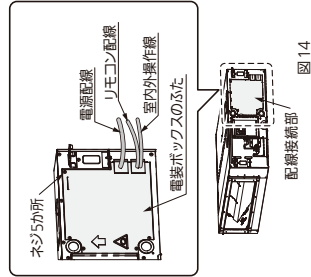

図14
- ユニット本体側面の電装ボックスのふたをはずしてください。(ネジ5か所) (図14)